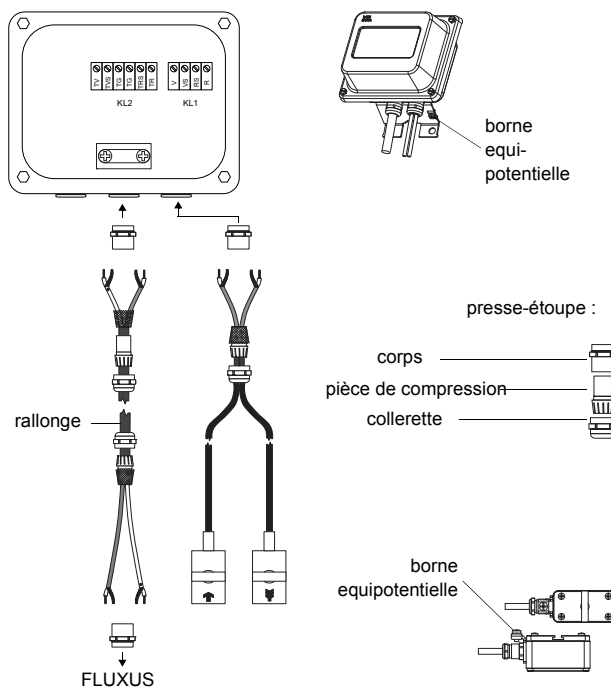

Fig. 6.5: Raccordement de la rallonge et du câble de capteurs-au boîtier de jonction
- Retirez le presse-étoupe du boîtier de jonction (voir Fig. 6.5).